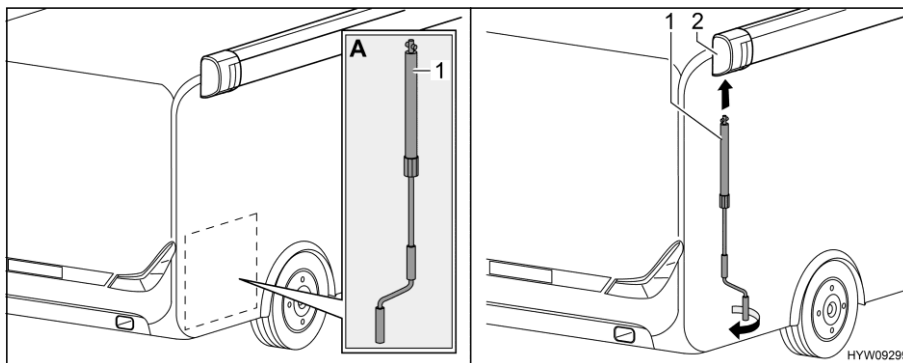

Fig. 16 Applicazione manovella
- Prelevare la manovella (Fig. 16,1) dal garage di coda (Fig. 16,A).
- Inserire la manovella nel supporto a baionetta (Fig. 16,2) della tenda.